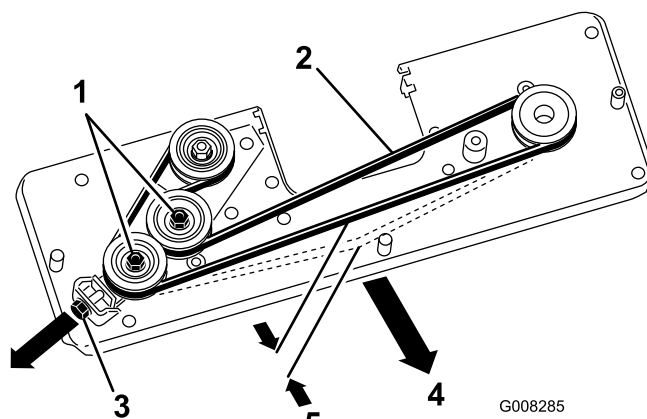

Bild 33
4. Lösen Sie die zwei Sechskantmutter auf der Antriebsscheibe (Bild 33).
5. Stellen Sie die M10-Mutter so ein, dass sich der Riemen 5 mm mit einer Spannung von 30 N bewegt (Bild 33).